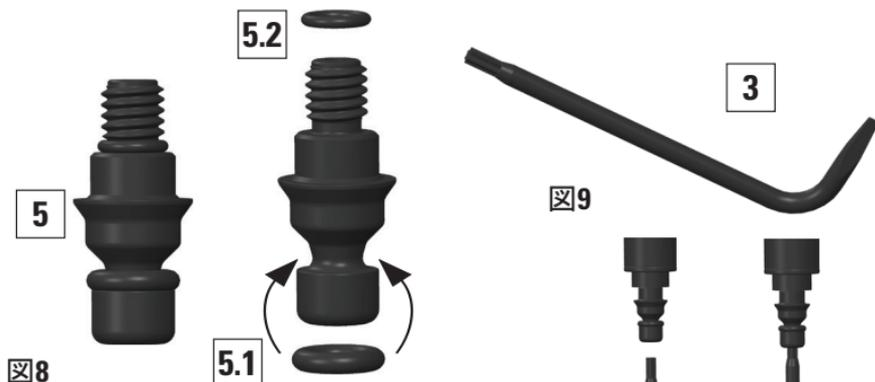
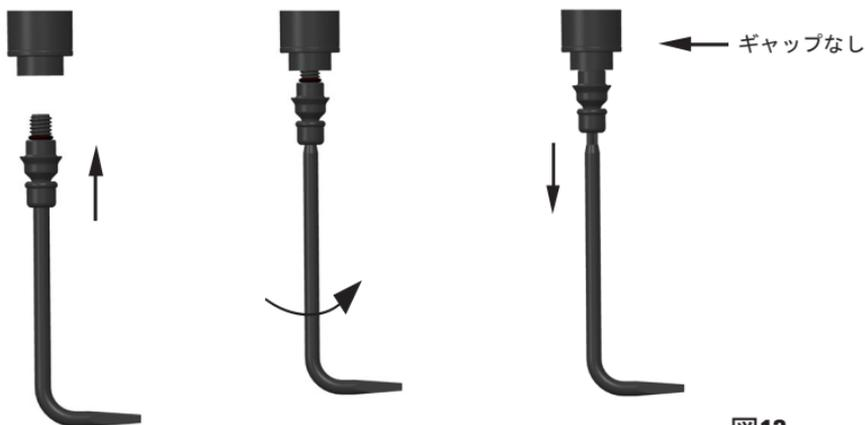

図8
図13
1. 先端取付装置5を取り外します(図8)。
2. 先端取付装置5を取り外します(図8)。
- Oリング5.1とOリング5.2を先端取付装置に正しく取り付けてください(図8)。メンテナンス時に、必要に応じて、新しいOリングに交換することをお勧めします。ねじの付いた先端が上を向くよう、先端取付装置をツールの星型先端部分3に置きます。(300 μ l以下のシングルチャンネルピペット用：もう一方の手で、クリップトリガ8を後方に軽く引っ張ります。)ねじの付いた先端をシリンダに挿入し、ツールを時計回りに回して先端取付装置を注意深く締めてください。ツールを回転させ、先端取付装置を締めます。先端取付装置とシリンダのギャップがないか確認します(図13)。
1. 先端取付装置を取り外します(図8)。